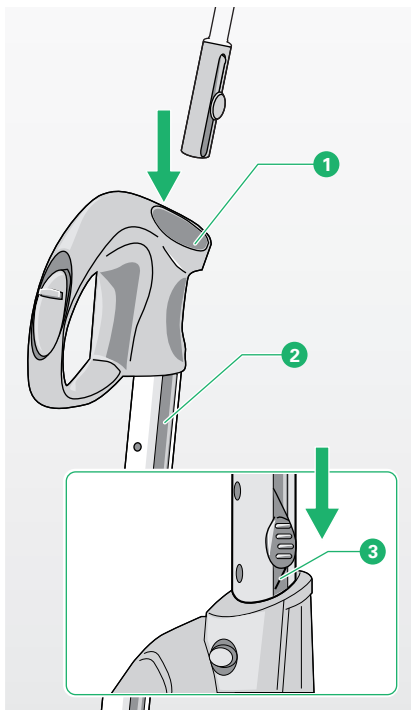

Bild 2.5 Anschlussleitung einsetzen
- Lösen Sie den Gerätestecker aus der Verbindung (**3**, Bild 2.5).
- Ziehen Sie die Anschlussleitung aus dem Kabelkanal am Teleskopstiel (**2**, Bild 2.5).